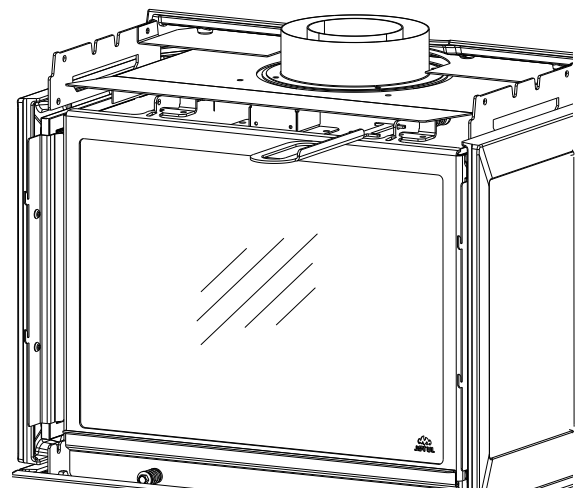

Figure 2.2 Désengagez les loquets du cadre de la vitre pour ouvrir la boîte à feu.
- Retirez l'outil de verrouillage de la palette d'expédition et utilisez-le pour retirer le panneau de verre en tirant sur les deux crochets de verrouillage pour les désengager du cadre du verre. Figure 2.2.